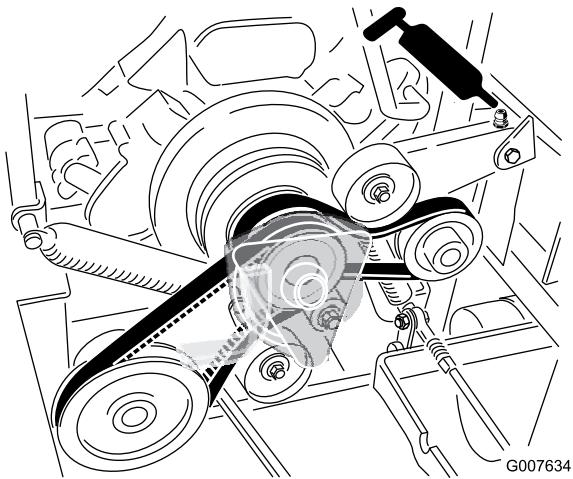

Figura 30
5. Engrase el brazo tensor de la correa de la bomba (Figura 30).